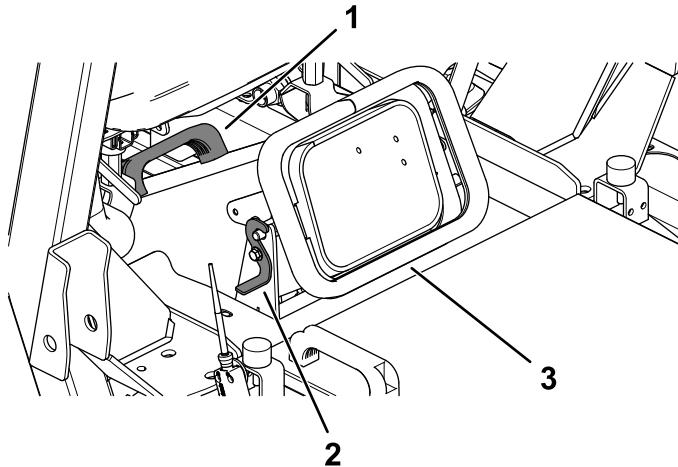

図 27
6. シートのラッチを外す 図 27。
7. シートについているハンドルで、シートを外し、シートとデッキの開口部を洗浄する図 27。
8. シートを元通りに取り付けて、ラッチを掛ける図 27。